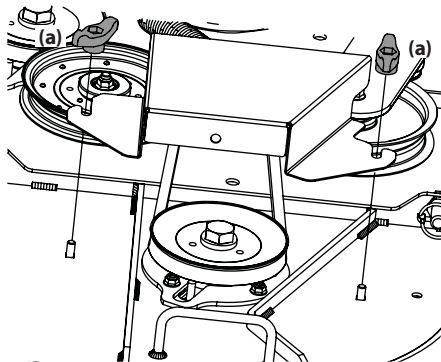

Figure 4-14
3. Retirez les écrous papillon (a) qui fixent le couvercle des courroies (b) au plateau de coupe. Voir Figure 4-14.
5. Retirez la courroie des poulies. Pour les plateaux de coupe de 36 pouces, la tige de retenue de la courroie (a) doit être retirée. Enlevez les deux boulons qui fixent la tige de retenue de la courroie (a) au plateau. Voir Figure 4-14.